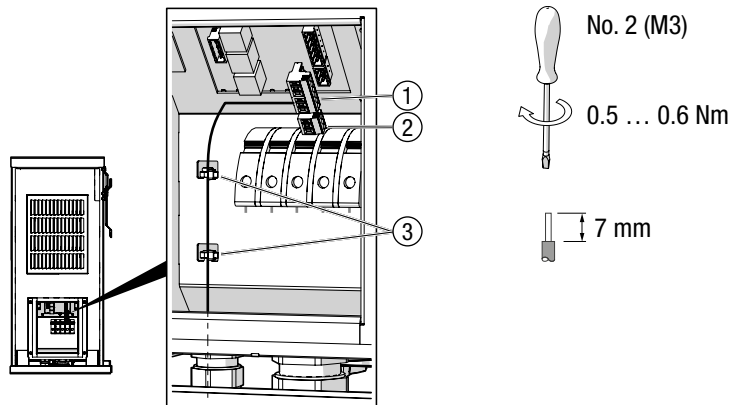

Bild 22 Statusmeldekontakte anschließen
3. Schließen Sie die Steuerleitungen am 6-poligen Stecker (Bild 22/Pos. 1) wie folgt an:
5. Stecken Sie den 3-poligen Stecker (Bild 22/Pos.2) ein, um offene Kontakte abzudecken.
6. Befestigen Sie die Kabel mit Kabelbindern an den Gehäuselaschen (Bild 22/Pos. 3).